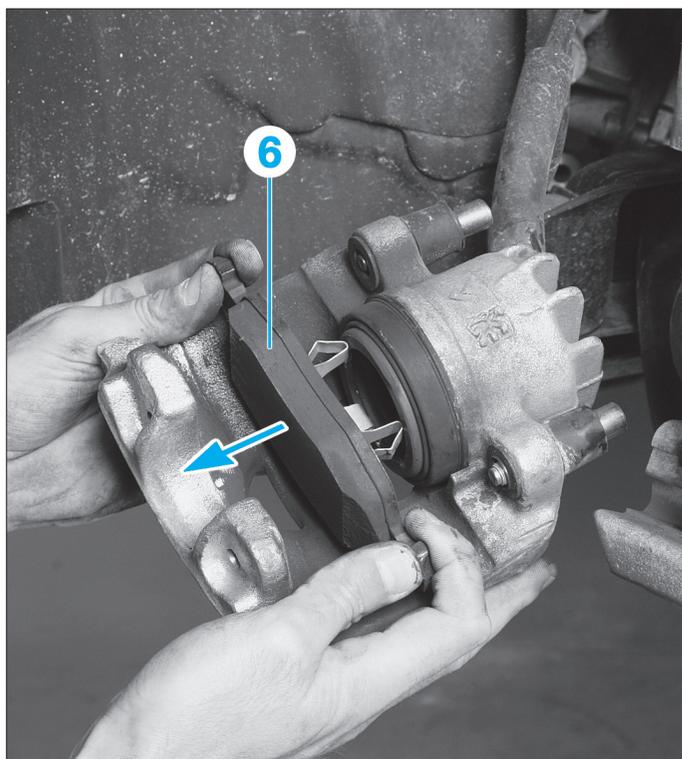

Fig. 14
- Dégraffer la plaquette intérieure (6) du piston (Fig.14).